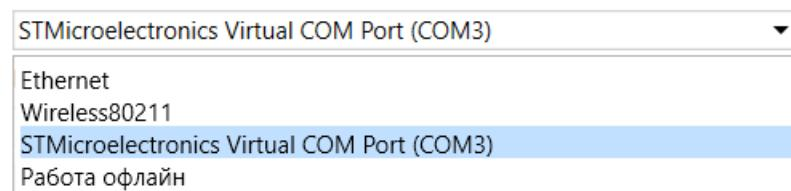
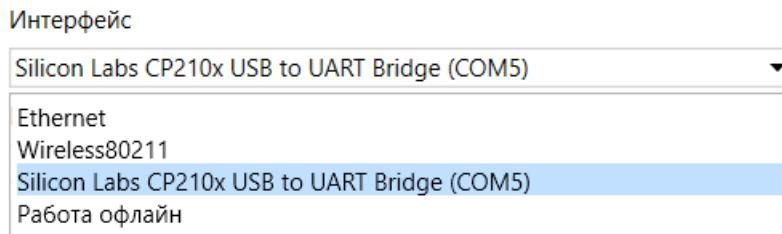

Рисунок 7.1 – Меню выбора интерфейса при подключении по USB
Рисунок 7.2 – Меню выбора интерфейса при подключении по RS-485
- «STMicroelectronics Virtual COM Port» – для подключения по USB (см. рисунок 7.1) или «Silicon Labs CP210x USB to UART Bridge» – для подключения по RS-485 (см. рисунок 7.2).